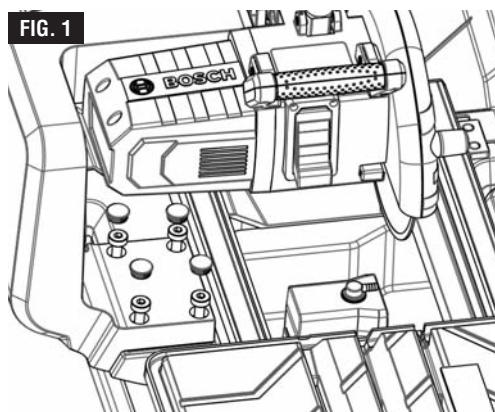

FIG. 1
1. Posicione el conjunto del motor / brazo de soporte sobre el conjunto del armazón (Fig. 1).
2. Utilizando la llave hexagonal suministrada, instale los cuatro pernos y apriételos (Fig. 1).